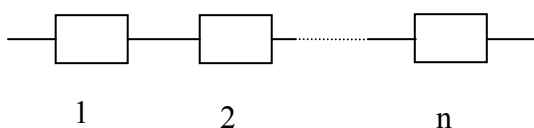

Рисунок 1 - Структурная схема надёжности с последовательным соединением элементов.
1. **Последовательное (основное) соединение** в структурной схеме надёжности - это такое соединение, при котором отказ хотя бы одного элемента приводит к отказу всей системы в целом (рисунок 1). Этот тип соединения в теории надёжности называют также основным соединением.